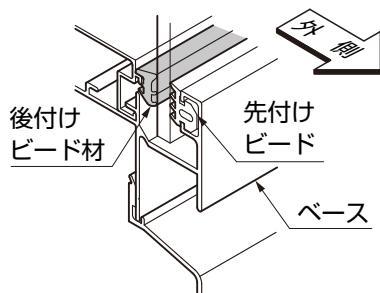

図1-4
- 後付けビード材には取付ける向きがあります。(図1-4参照)